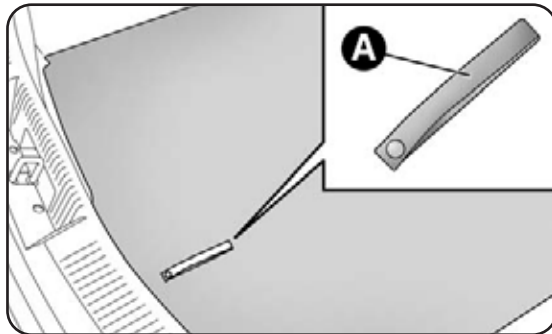

fig. 2
- abra el maletero, tire de la lengüeta A-fig. 2 y levante la moqueta hacia arriba;